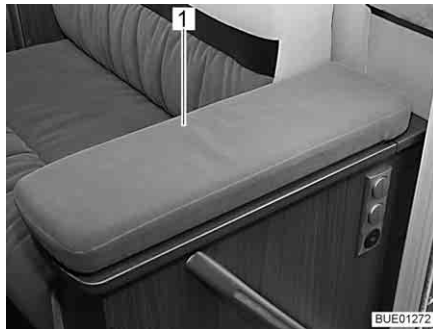
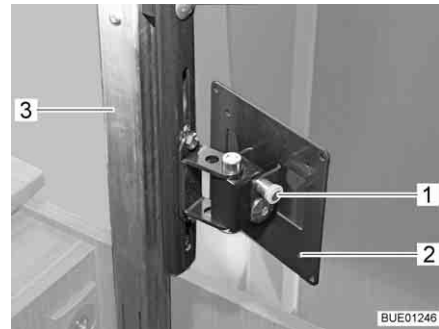

Fig. 66 Compartimento de TV
Fig. 67 Mecanismo de elevación
- Presionar ligeramente hacia abajo la parte central de la tapa (Fig. 66,1) del compartimento de TV. La columna de expulsión (Fig. 67,3) se desbloquea y sube.
- Tirar del botón de desbloqueo (Fig. 67,1) y girar el soporte (Fig. 67,2) con la pantalla plana a la posición deseada.
- Girar la pantalla plana de regreso a la posición inicial hasta que el soporte (Fig. 67,2) engatille en el bloqueo.
- Presionar hacia abajo la parte central de la tapa (Fig. 66,1) contra la resistencia de la columna de expulsión (Fig. 67,3) hasta que engatille el bloqueo.